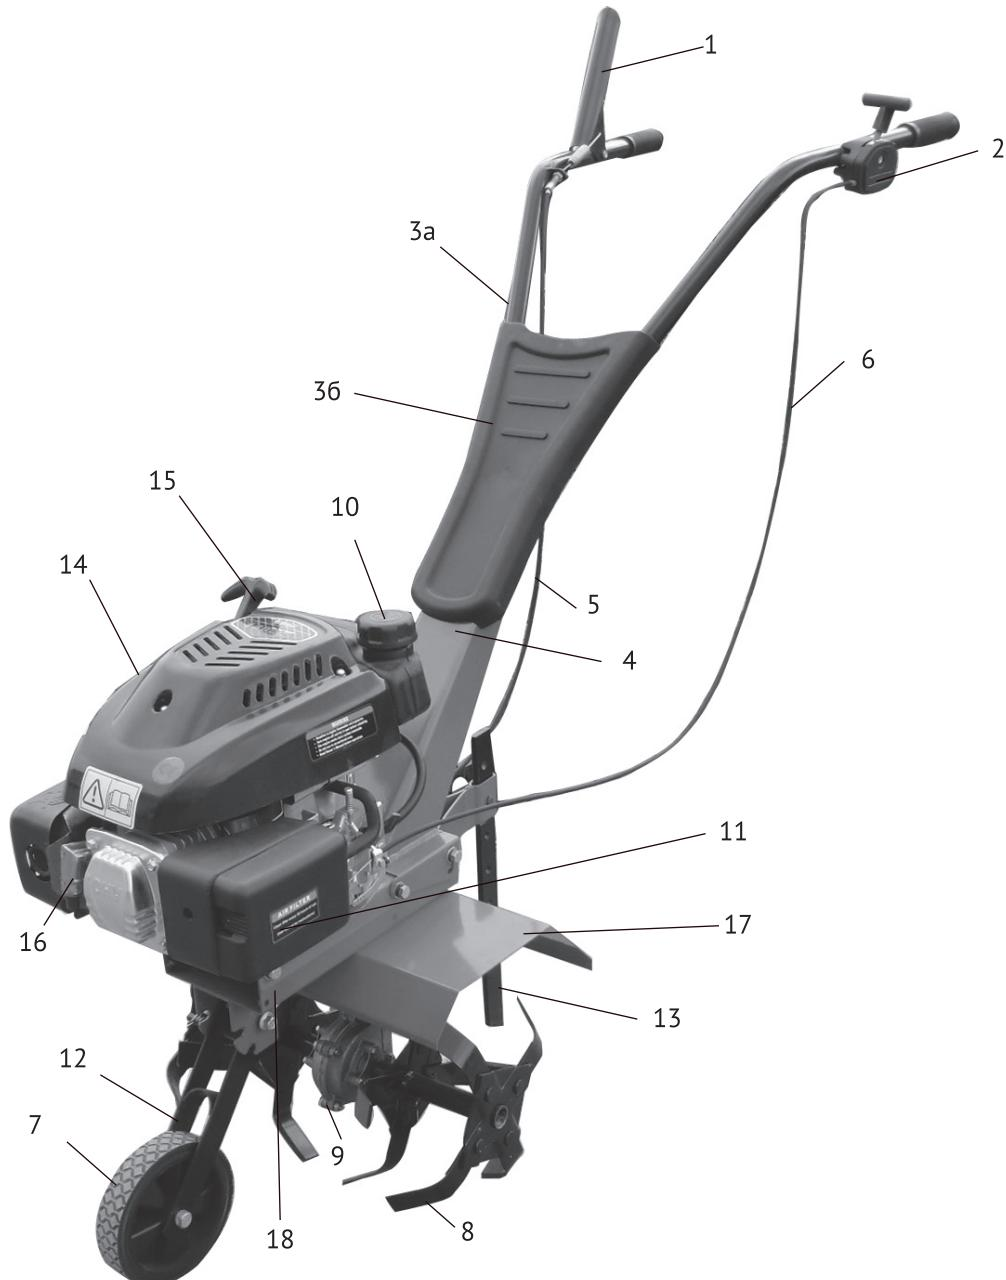

рис. 1
Двигатель культиватора закреплён на основании (рис.1 поз.18). Коленчатый вал расположен вертикально, что упрощает передачу крутящего момента, ремённой передачей, на червячный вал. Передача вращения с ведущего шкива (на коленчатом валу) на шкив ведомый (на червячном валу) осуществляется поликлиновым ремнём. При нажатии на рычага управления приводом фрез (рис.1 поз.1), ролик прижимного механизма натягивает ремень и ведомый шкив с червячным валом начинает вращаться. Червячная шестерня с валом редуктора передаёт вращение на фрезы культиватора.
2.5 Общий вид мотокультиватора схематично представлен на рис. 1
Установите консоль (рис.1 поз.4) на основание культиватора (рис.1 поз.18) и закрепите 4-мя болтами, как указано на рис.2.
Совместив крепёжные отверстия на рукоятках управления (рис.1 поз.3а и б) и консоли (рис.1 поз.4), скрепите болтами, как указано на рис.3.
- раскрутите винтовое соединение рычага акселератора (рис.1 поз.2);
- прикрепите трос управления карбюратором (рис.1 поз.6) так, чтобы он располагался с внешней стороны;
- раскрутите винтовое соединение рычага привода фрез (рис.1 поз.1);
- прикрепите трос привода фрез (рис.1 поз.5) так, чтобы он располагался сверху;
**Внимание!** Установку и первоначальную регулировку тросов привода фрез (рис.1 поз.5) и управления карбюратором (рис.1 поз.6) рекомендуется провести в сервисном центре или доверить квалифицированному специалисту.
3.6 Установите регулятор глубины вспашки (рис.1 поз.13) в паз основания культиватора, выставив необходимую глубину, и зафиксируйте шплинтом, как показано на рис.4.
- установите кронштейн (рис.1 поз.12) с колесом (рис.1 поз.7) как указано на рис.5а;
Выкрутите пробку-щуп из маслозаливной горловины (рис.1 поз.14) и залейте в картер масло необходимой марки. Вставьте сухой чистый щуп в горловину картера и выньте его. Проверьте уровень масла: граница смоченной области щупа должна располагаться между отметками минимального и максимального уровней.
Открутите крышку топливного бака (рис.1 поз.10). Заливайте бензин в топливный бак не более чем на 1 см ниже уровня основания заливной горловины. Перед запуском двигателя тщательно протрите крышку бензобака, удалив возможные при заправке брызги топлива.
Перед запуском убедитесь, что рычаг привода фрез (рис.1 поз.1) не нажат.
- установить рычаг управления карбюратором (рис.1 поз.2) в положение «START» - закрыта воздушная заслонка;
- резко, с усилием потяните рукоятку стартёра (рис.1 поз.15) до упора, повторите действие ещё раз, если двигатель не завёлся.
После прогрева двигателя в течение 10-40 секунд (в зависимости от начальной температуры) перевести рычаг управления карбюратором (рис.1 поз.2) в положение между «заяц» и «черепаха».
- перевести рычаг регулировки акселератором (рис.1 поз.2) в положение «стоп».